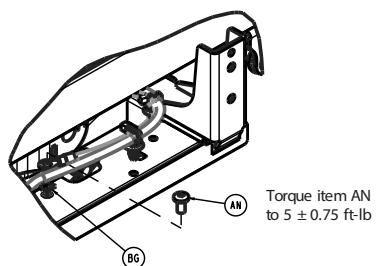

Figure 23 – Retrait du câble
14. À l'aide d'une clé Torx T27, retirer la vis (AN) et la rondelle (BG) qui fixent le câble de mise à la terre au relève-buste et au plan de couchage (Figure 23). Conserver la vis et la rondelle.